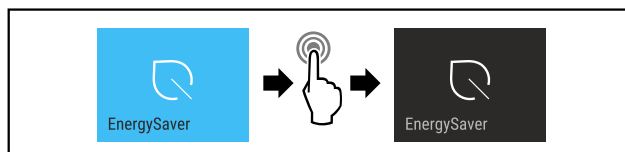

Fig. 15
- ▶ Proved'te akční kroky (viz Fig. 15).